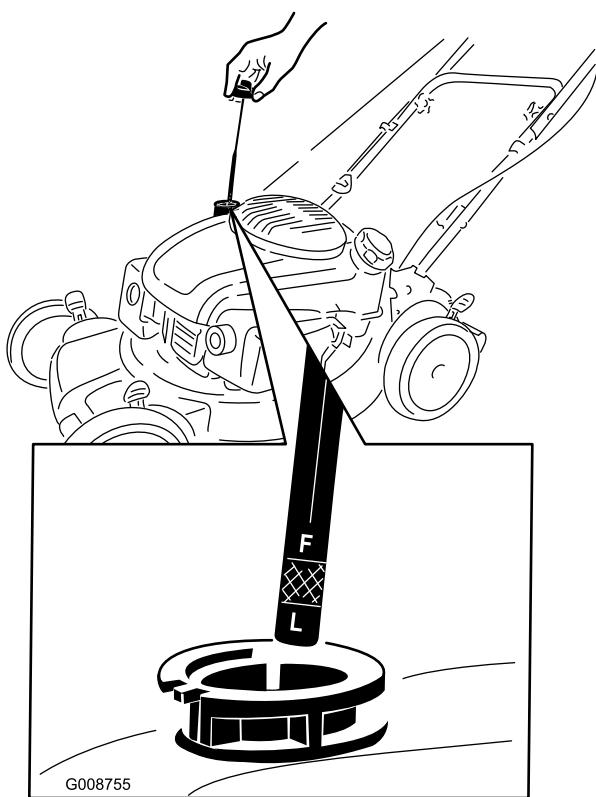

Figura 5
1. Retire la varilla (Figura 5).
2. Vierta **lentamente** aceite en el tubo de llenado hasta que el nivel llegue a la marca "Full" (lleno) de la varilla (Figura 5). **No llene demasiado.** (Capacidad máxima: 0,65 l (22 onzas), tipo: 10W-30 o SAE 30, aceite detergente con clasificación de servicio API, SJ, o superior.)
Nota: Cada vez que compruebe el nivel de aceite, retire la varilla y límpielo, introduzcalo en el cuello de llenado de aceite (**sin enroscarla**), luego retírela de nuevo y compruebe el nivel (Figura 5).